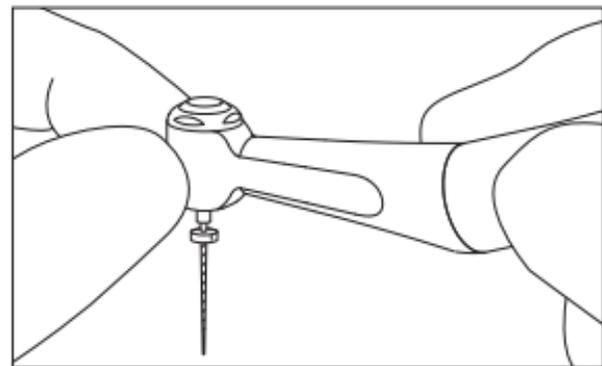

Fig. 4
- 3) Régler la vitesse de rotation à  $1\,000\text{ min}^{-1}$  (mode Endodontique rotatif, rapport de vitesse de 6:1,  $1\,000\text{ min}^{-1}$ ), puis faire tourner la pièce à main pendant environ une (1) minute. Pendant la rotation, vérifier tout comportement inhabituel de l'instrument (rotation, vibrations, bruits, etc.).
- 4) À l'arrêt de la pièce à main, s'assurer qu'elle NE PRÉSENTE aucune surchauffe (Fig. 4).